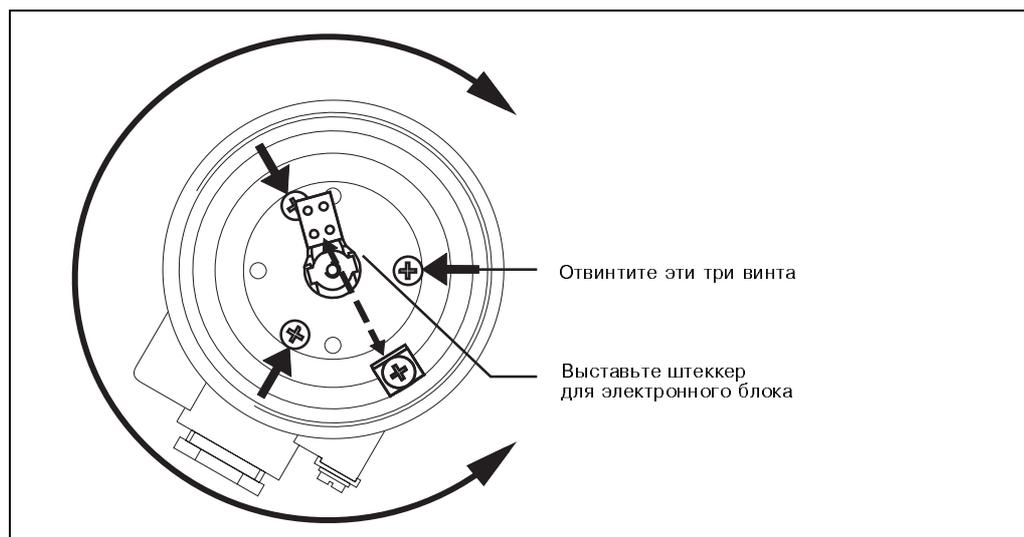

Рис. 15
- Слегка ослабьте три винта на корпусе, см. рис. 15